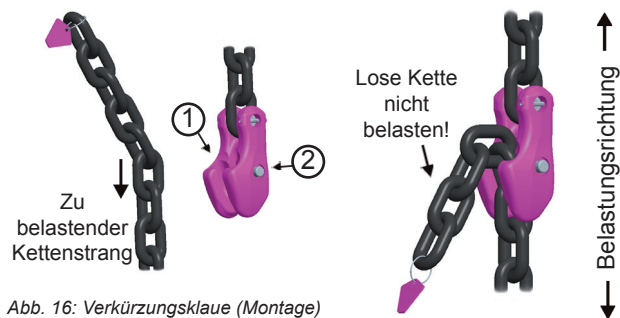

Abb. 16: Verkürzungsklaue (Montage)
3. Legen Sie anschließend, bei entspannter Kette, das gewünschte Kettenglied des zu belastenden losen Kettenstranges in die Aufnahmetasche der VIP-Verkürzungsklaue 28 ein, siehe Abb. 16, ①.
Halten Sie beim Einlegen den Sicherungsbolzen gedrückt (siehe Abb. 16, ②).
Der zu belastenden Kettenstrang muss unten aus der Verkürzungsklaue herausragen (siehe Abb. 16).